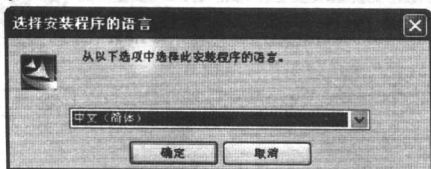

图 1-7 “选择安装程序的语言”对话框
(1) 在安装主界面上选择 Install NX, 单击 Install NX 按钮, 打开如图 1-7 所示的“选择安装程序的语言”对话框。